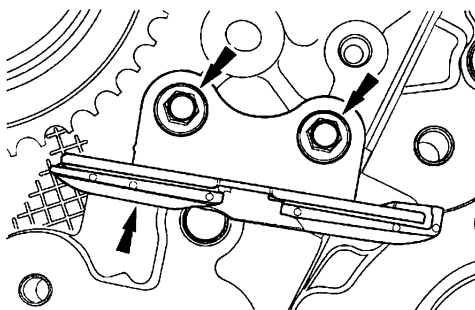

图 15-31 安装左侧主正时链条
14) 安装左侧主正时链条上部导轨和 2 个螺栓, 如图 15-31 所示。将螺栓紧固至 $10\text{N} \cdot \text{m}$ 。